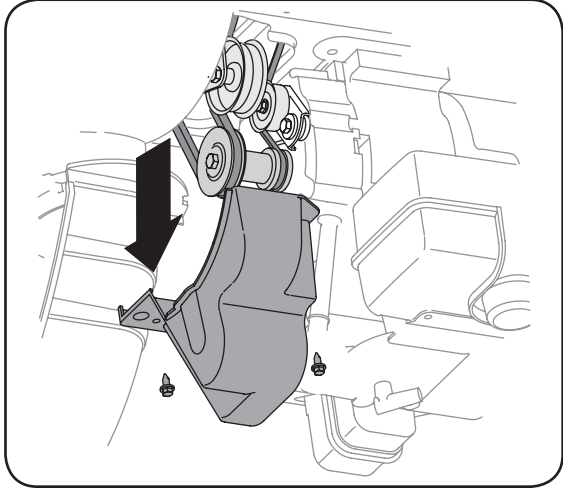

Figure 6-4
- Retirez le couvre-courroie en plastique sur le devant du moteur en enlevant les deux vis auto-taraudeuses. Voir la Figure 6-4.